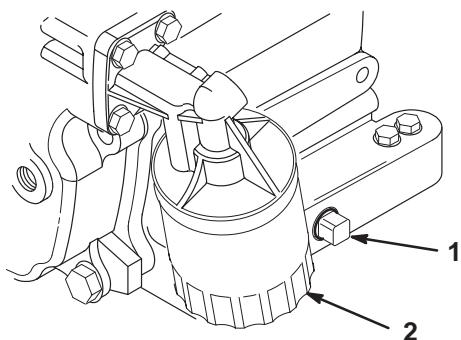

Figure 20
5. Enlevez le bouchon de vidange (Fig. 20) et laissez s'écouler l'huile dans un bac de vidange. Quand toute l'huile s'est écoulée, replacez le bouchon de vidange.
2. Déposez le filtre à huile existant (Fig. 20). Appliquez une fine couche d'huile sur le joint du filtre de recharge.